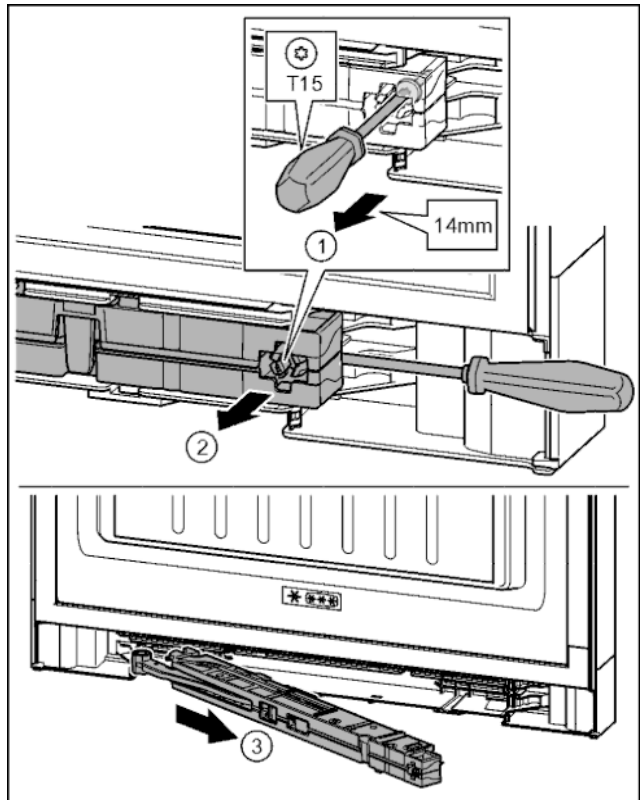

Fig. 20
- ▶ Ослабить винт на узле амортизатора с помощью отвертки T15 на ок. 14 мм. Fig. 20 (1)
- ▶ Переместить отвертку со стороны ручки за узел амортизатора. Повернуть узел вперед. Fig. 20 (2)
- ▶ Вытащить узел амортизатора. Fig. 20 (3)